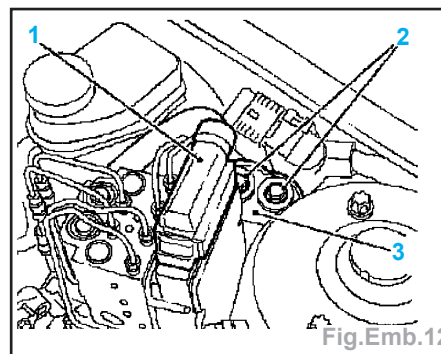

Fig.Emb.12
- déverrouiller et retirer la fiche de faisceau de câbles de l'électrovanne (6) (moteurs diesel uniquement),
- débrancher la conduite à dépression supérieure (7) de l'électrovanne (moteurs diesel uniquement),
- dégrafer le support du répartiteur positif (2) par le haut,
- déclipser le recouvrement avant (4),
- desserrer les 3 vis (3),
- Démontez le support du groupe hydraulique d'ABS (Fig.Emb.12) :
- débrancher et retirer la fiche de faisceau de câbles (1),
- dévisser les 2 vis (2),
- extraire le support du groupe hydraulique d'ABS (3) du guidage.